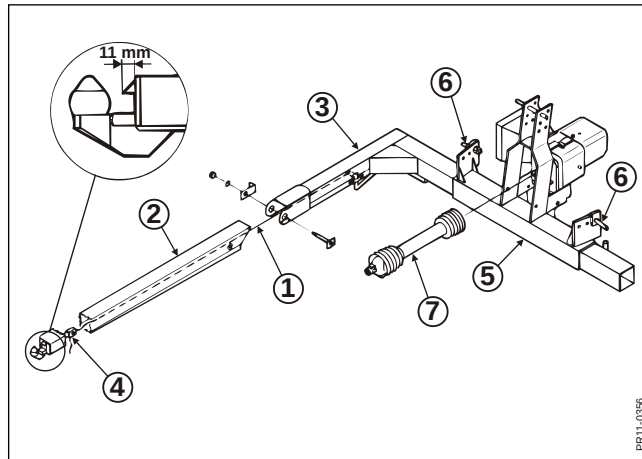

Fig. 2-11
- Fig. 2-11** A. Wiren 1 føres igennem den forreste arm.